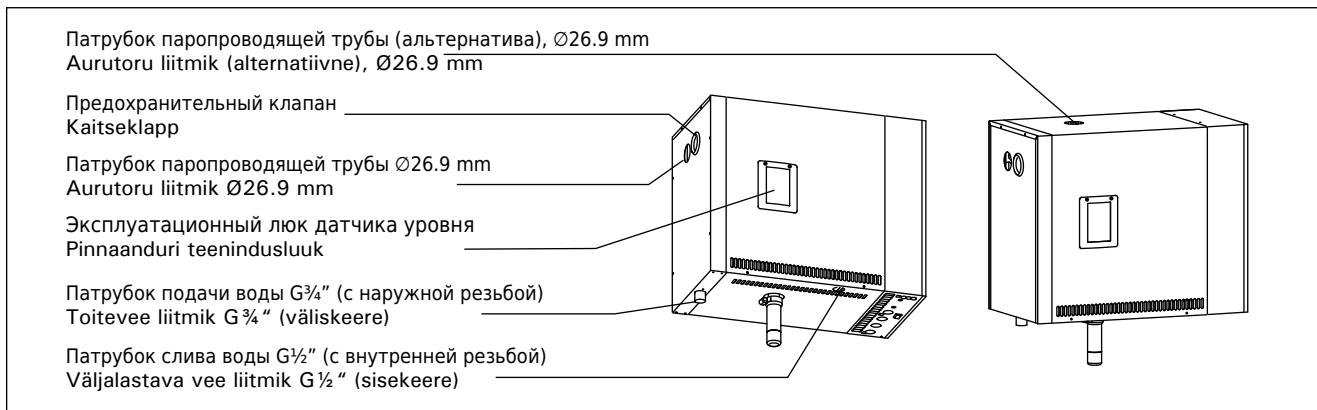

Рисунок 6. Схема соединений парогенератора
Смотрите рисунок 6. Трубу для слива воды следует вывести к стоку в канализацию.
**Пар должен беспрепятственно выходить из сопел. В случае блокировки паровых сопел и/или паропроводящих труб пар выходит из предохранительного клапана (рисунок 6).**